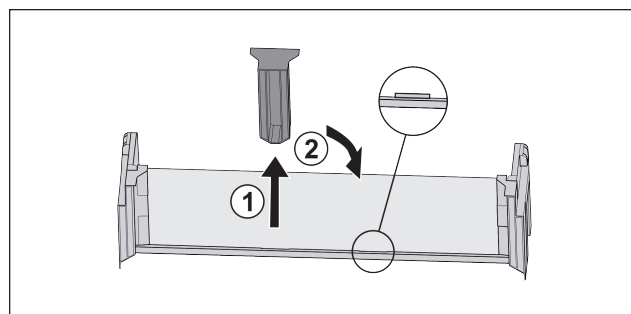

Fig. 126
- Extraire la pièce de retenue centrale Fig. 126 (1).
- Insérer la pièce de retenue centrale en deuxième position Fig. 126 (2).